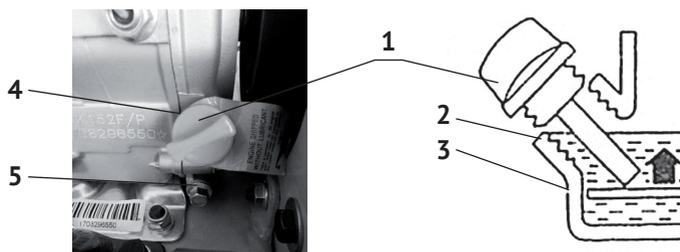

рис.3
Выкрутите пробку-щуп (рис.3 поз.1) из маслозаливной горловины (рис.3 поз.4) и залейте в картер масло необходимой марки до нижнего края горловины, как показано на рис.3. Вставьте сухой чистый щуп в горловину картера и выньте его. Проверьте уровень масла: граница смоченной области щупа должна располагаться между отметками минимального (рис.3 поз.3) и максимального (рис.3 поз.2) уровней.
- на прогревом до рабочей температуры двигателя, открутите пробку-щуп маслозаливной горловины (рис.3 поз.1);
- открутив болт-пробку маслоливного отверстия (рис.3 поз.4), слейте из кар-
- залейте масло в горловину, до нижнего края заливного отверстия (рис.3, поз. 2,3)